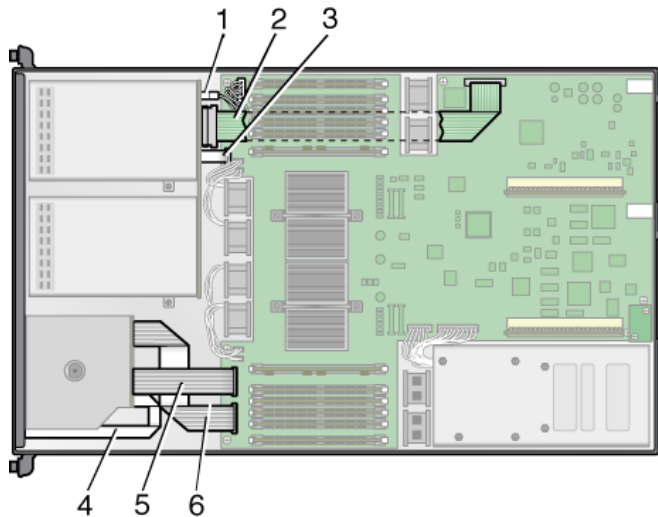

图 3-27 Sun Fire V20z 服务器中的系统电缆
2. 确认要替换的电缆（有关它们的位置，请参见图 3-27）。